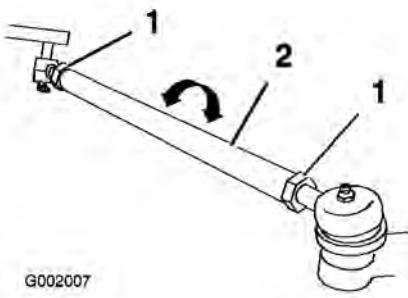

図 58
- 前後の測定値の差が所定範囲にない場合、タイロッド両端のジャムナットを外して調整を行う（図 58）。